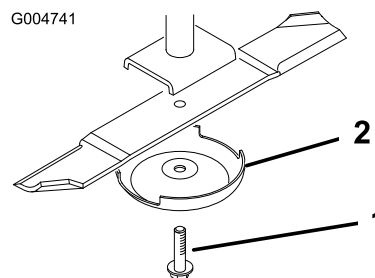

Figura 24
3. Retire o parafuso da lâmina, o recipiente antidanos e lâmina do eixo (Figura 24).